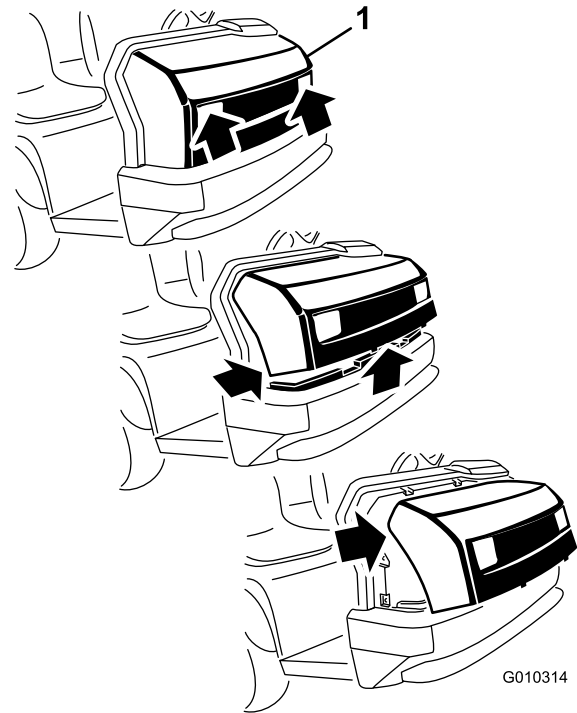

Bild 35
1. Fassen Sie die Motorhaube in den Scheinwerferöffnungen an und heben sie an, um die unteren Befestigungsnasen aus den Rahmenschlitz zu heben (Bild 35).
2. Drehen Sie die Unterseite der Motorhaube nach oben, bis Sie die oberen Befestigungsnasen aus den Rahmenschlitz ziehen können (Bild 35).
3. Drehen Sie die Oberseite der Motorhaube nach vorne und ziehen Sie die Kabelanschlüsse von den Scheinwerfern ab (Bild 35).
2. Stecken Sie die oberen Befestigungsnasen in die Rahmenschlitz (Bild 35).
3. Stecken Sie die unteren Befestigungsnasen in die Rahmenschlitz (Bild 35).